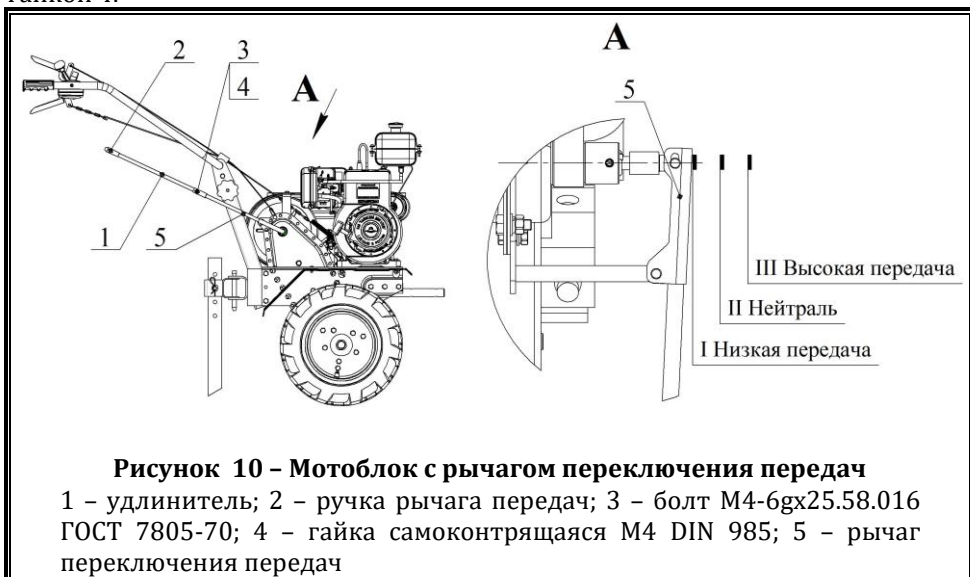

Рисунок 10 – Мотоблок с рычагом переключения передач
6.1.3.6 На модификациях с рычагом переключения передач (рисунок 10) установите удлинитель 1 с ручкой рычага передач 2 во втулку рычага переключения передач 5 и, совместив отверстия, закрепите болтом 3 с гайкой 4.
6.2.5 Включите ручкой 6 (рисунок 3) или рычагом 5 (рисунок 10) необходимую вам передачу редуктора (одно из крайних положений), установите рычаг газа 1 (рисунок 7) в среднее положение, плавно нажмите рычаг переднего хода 5 (рисунок 6) для начала движения мотоблока.
6.2.7 Для переключения передачи остановите мотоблок, отпустите рычаг переднего (заднего) хода и переключите передачу ручкой 6 (рисунок 3) или рычагом 5 (рисунок 10) с небольшим усилием. При затрудненном переключении передачи проверните шкив редуктора 16 (рисунок 4), одновременно перемещая ручку 6 (рисунок 3) или рычаг 5 (рисунок 10) в необходимом направлении с небольшим усилием.